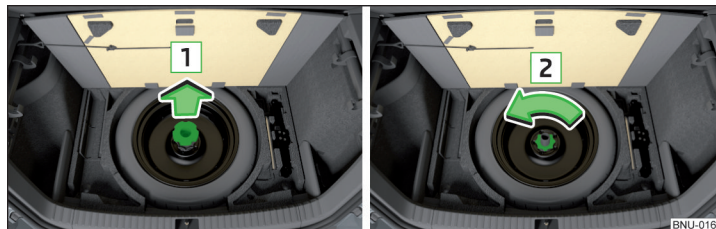

Abb. 309 **Rad herausnehmen**
Das Rad befindet sich in einer Mulde unter dem Bodenbelag im Gepäckraum und ist mit einer Sicherungsschraube befestigt » Abb. 309.
- › Den Stützfuß für den Gepäckraumboden in Pfeilrichtung **1** abnehmen und die Sicherungsschraube in Pfeilrichtung **2** herausschrauben » Abb. 309.
- › Die Sicherungsschraube entgegen der Pfeilrichtung **2** bis zum Anschlag einschrauben » Abb. 309.